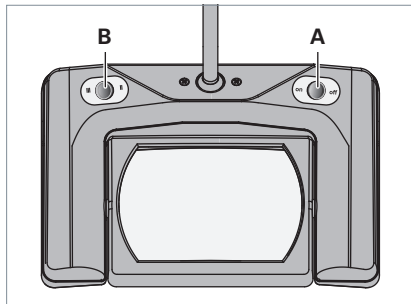

Fig. 6: Interruttore a bilico.
- Per accendere o spegnere l'apparecchio, premere l'interruttore a bilico **A**, vedi Fig. 6.
- Per accendere o spegnere il segmento luminoso **A**, premere l'interruttore a bilico **B**, vedi Fig. 6.